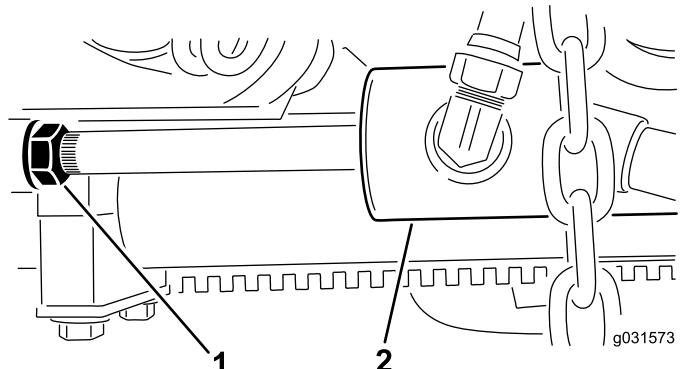

Рисунок 14
- Ослабьте затяжку контргайки на цилиндре (Рисунок 14).